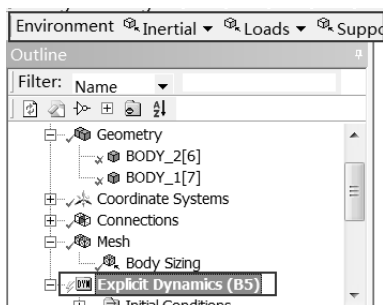

图 11-21 Environment 工具栏
Step1：选择 Mechanical 界面左侧 Outline（分析树）中的 Explicit Dynamics（B5）选项，此时会出现如图 11-21 所示的 Environment 工具栏。